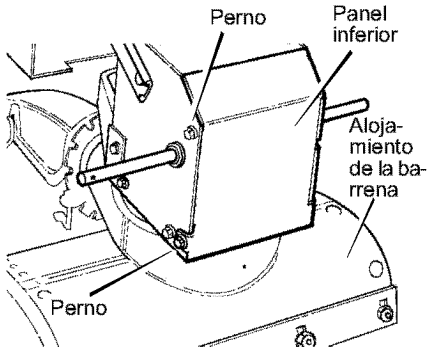

Figura 82
2. Afloje los **pernos** a cada lado del **panel inferior** (Figura 82).
13. Instale el **panel inferior** (Figura 82).
11. Instale el **panel inferior** (Figura 82).